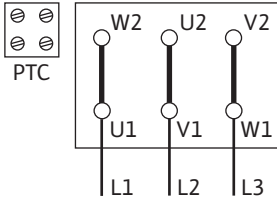
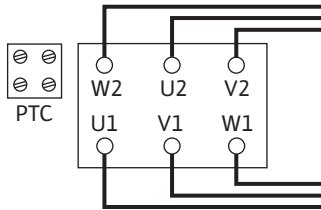

Fig. 10: Y-Δ marşı
Fig. 11: Δ devresi
- Elektrik şebekesi bağlantısı, P2 motor gücüne, şebeke gerilimine ve açma türüne bağlıdır. Klemens kutusundaki bağlantı köprüleri için gerekli devreleme, aşağıdaki tablo ile Fig. 10 ve Fig. 11'e göre gerçekleştirilmelidir.
Y-Δ marşı (standart)	Bağlantı köprüleri çıkarılmalıdır (Fig. 10).
Yumuşak marş üzerinden başlatma	Δ devresi (Fig. 11)